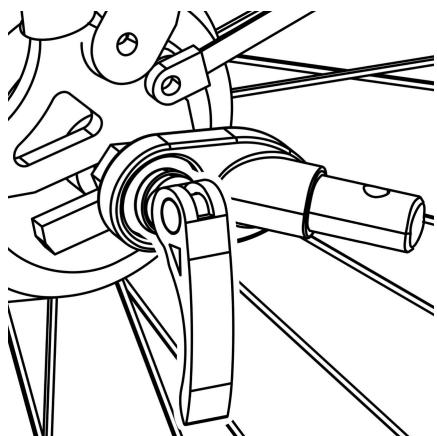

Figura 11
**a sgancio rapido** : Rimuovere lo sgancio rapido dal lato sinistro dell'asse posteriore della bicicletta. Installare l'attacco tra lo sgancio rapido e il telaio. Stringere lo sgancio rapido seguendo il manuale del produttore della bicicletta. Il gancio può rimanere sulla bicicletta quando il rimorchio viene rimosso ( Figura 11 ).